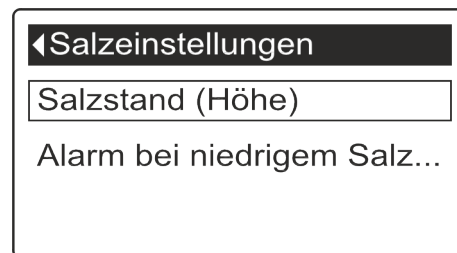

Abb. 18: Menü Salzeinstellungen
4. ➤ betätigen, bis der Menüpunkt „Salzstand (Höhe)“ ausgewählt ist (Abb. 18).